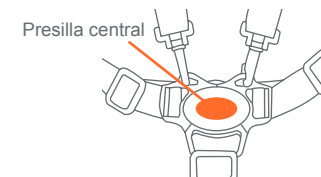

Fig. 15
- 15)** • Para soltarlas, presione el botón en la presilla central para destrabar las dos hebillas del arnés (Fig. 15).